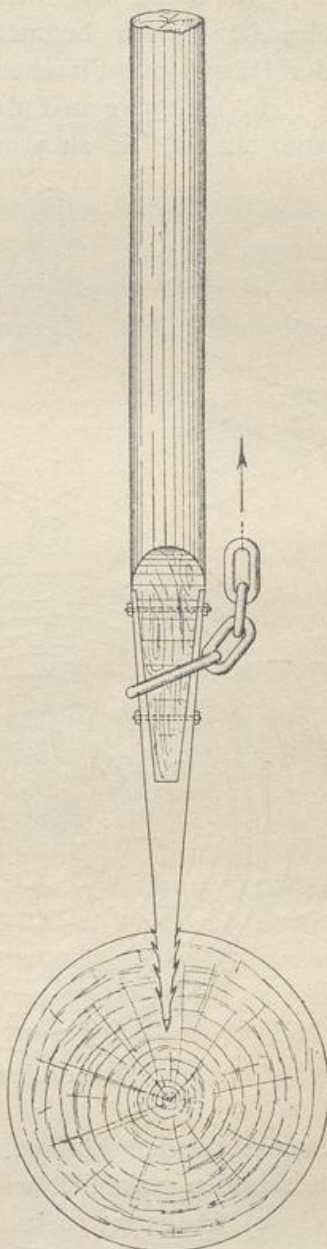

Abb. 285.
a) Hebung mit der Harpune (Abb. 285). Die Harpune besteht aus einem runden 8 bis 10 cm starken Holzstiel mit unten angeschraubter eiserner Spitze (letzte 0,5 m lang). Die Spitze hat unten Widerhaken. Die ganze Harpune ist etwa 2,50 m lang. Sie wird von einem Prahmgerüst aus mit Schlägeln in das zu hebende Holz eingetrieben. Zu großen Hölzern gehören zwei Harpunen. Vor dem Eintreiben wird die Harpunenspitze durch einen Kettenring gesteckt, den sie mit hinunternimmt. Die Kette wird oben um eine hölzerne Walze (Welle) geschlungen, die über die Borde der beiden gekuppelten Prahme gelagert ist. Durch Umdrehung der Walze (mit Handspeichen und dergl.) wird die Kette gespannt und das Holz alsdann gehoben, ebenso erforderlichenfalls die zweite Kette für die zweite Harpune an der anderen Walze. Ist das Holz ungefähr in Höhe des Wasserspiegels gehoben, so wird um dasselbe eine andere Kette (oder zwei) geschlungen und das Holz vermittle der Walze (oder der beiden Walzen) über den Wasserspiegel gehoben. Die Prahme